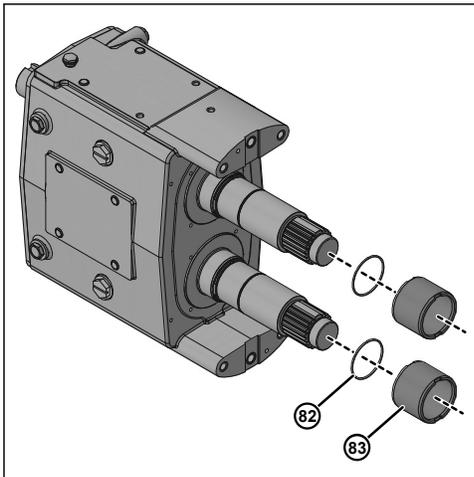

Ilustración 115 - Retire los manguitos y las juntas tóricas
4. Retire los dos manguitos (83) y extraiga las dos juntas tóricas del eje (82) del eje, tal como se muestra en la Ilustración 115.